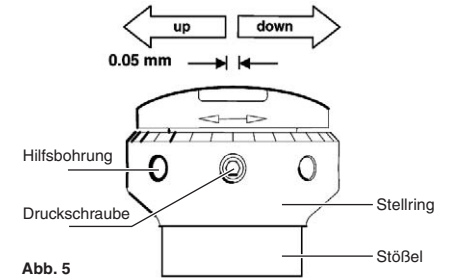

Abb. 5
- Druckschraube SW 2,5 am Stellring lösen (Abb. 5); Stellring ist verstellbar. Stellring solange manuell nach Rechts drehen (Stößel bewegt sich nach unten), bis ein spürbarer Widerstand auftritt.
- Zustellen des Stellringes mit Hilfe eines geeigneten Werkzeuges (z.B. Innensechskantschraubendreher), um 1/2 Umdrehung; dazu Hilfsbohrungen im Stellring verwenden (Abb. 5).
- Stellring durch Festziehen der Druckschraube (Abb. 5) fixieren.